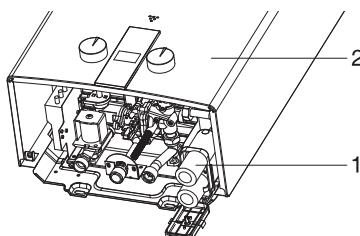

Рис. 1
- Перед включением водонагревателя необходимо установить батареи (рис. 1). Отсек батареи (1) находится в нижней правой части водонагревателя. Для доступа к нему снимать кожух не нужно.